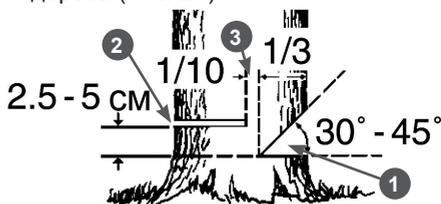

Рис. 23. Расположение запила, пропила и недопила
7. Сделайте основной валочный пропил 2 с противоположной стороны, выше основания запила на $2,5-5$ см. Между основным пропилом и запилом должен оставаться недопил 3 примерно $1/10$ диаметра ствола. Вставьте своевременно клин в пропил 2 (Рис. 23). Недопил 3 действует как шарнир и позволяет контролировать падение дерева (Рис. 23).
Ни в коем случае не допиливать до конца недопил 3 (Рис. 23), так как вы не сможете контролировать направление падения дерева.